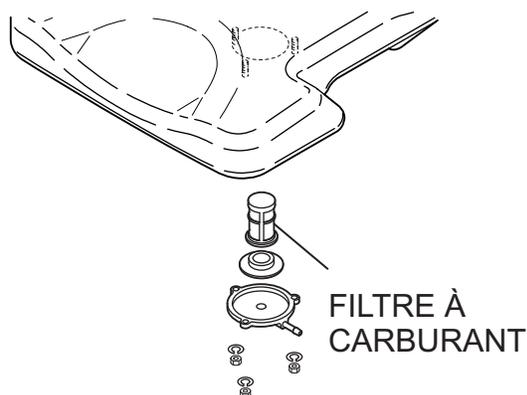

Figure 11. Filtre à carburant
- Retirez le couvercle du filtre à carburant et nettoyez l'intérieur du réservoir de carburant (Figure 11).